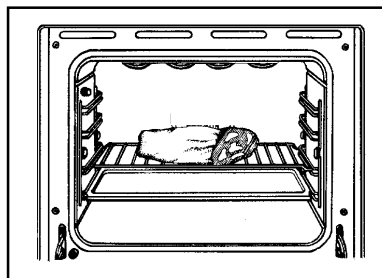

Рис. 28
- Приготовление блюд на пару может осуществляться непосредственно на решетке (Рис. 28). В этом случае не забывайте наливать небольшое количество воды в противень и устанавливать его направляющие непосредственно под решеткой.